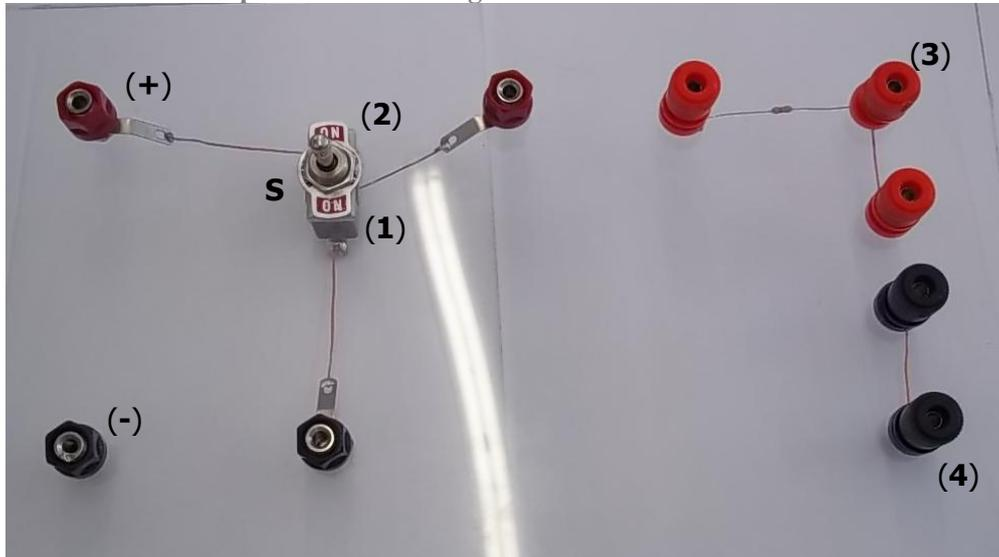

Figura 7 – Placa contendo a chave (S) e, conexões para um amperímetro e voltímetro.
3. Observe a Figura 7 e, monte um circuito de carga de capacitor, de acordo com as conexões da Figura 3, que incluem o voltímetro e o amperímetro.
5. Feche a chave S em 1 (Figura 7) e, simultaneamente, acione o cronômetro. Anote na Tabela 4 do relatório os valores de tensão V_C nos terminais do capacitor e os valores de corrente (i), para intervalos sucessivos de 15 segundos. Não se esqueça de anotar o modelo do multímetro usado, para os cálculos de incerteza. Depois de ter completado a tabela, desligue o cronômetro. Se achar conveniente repetir as medidas.